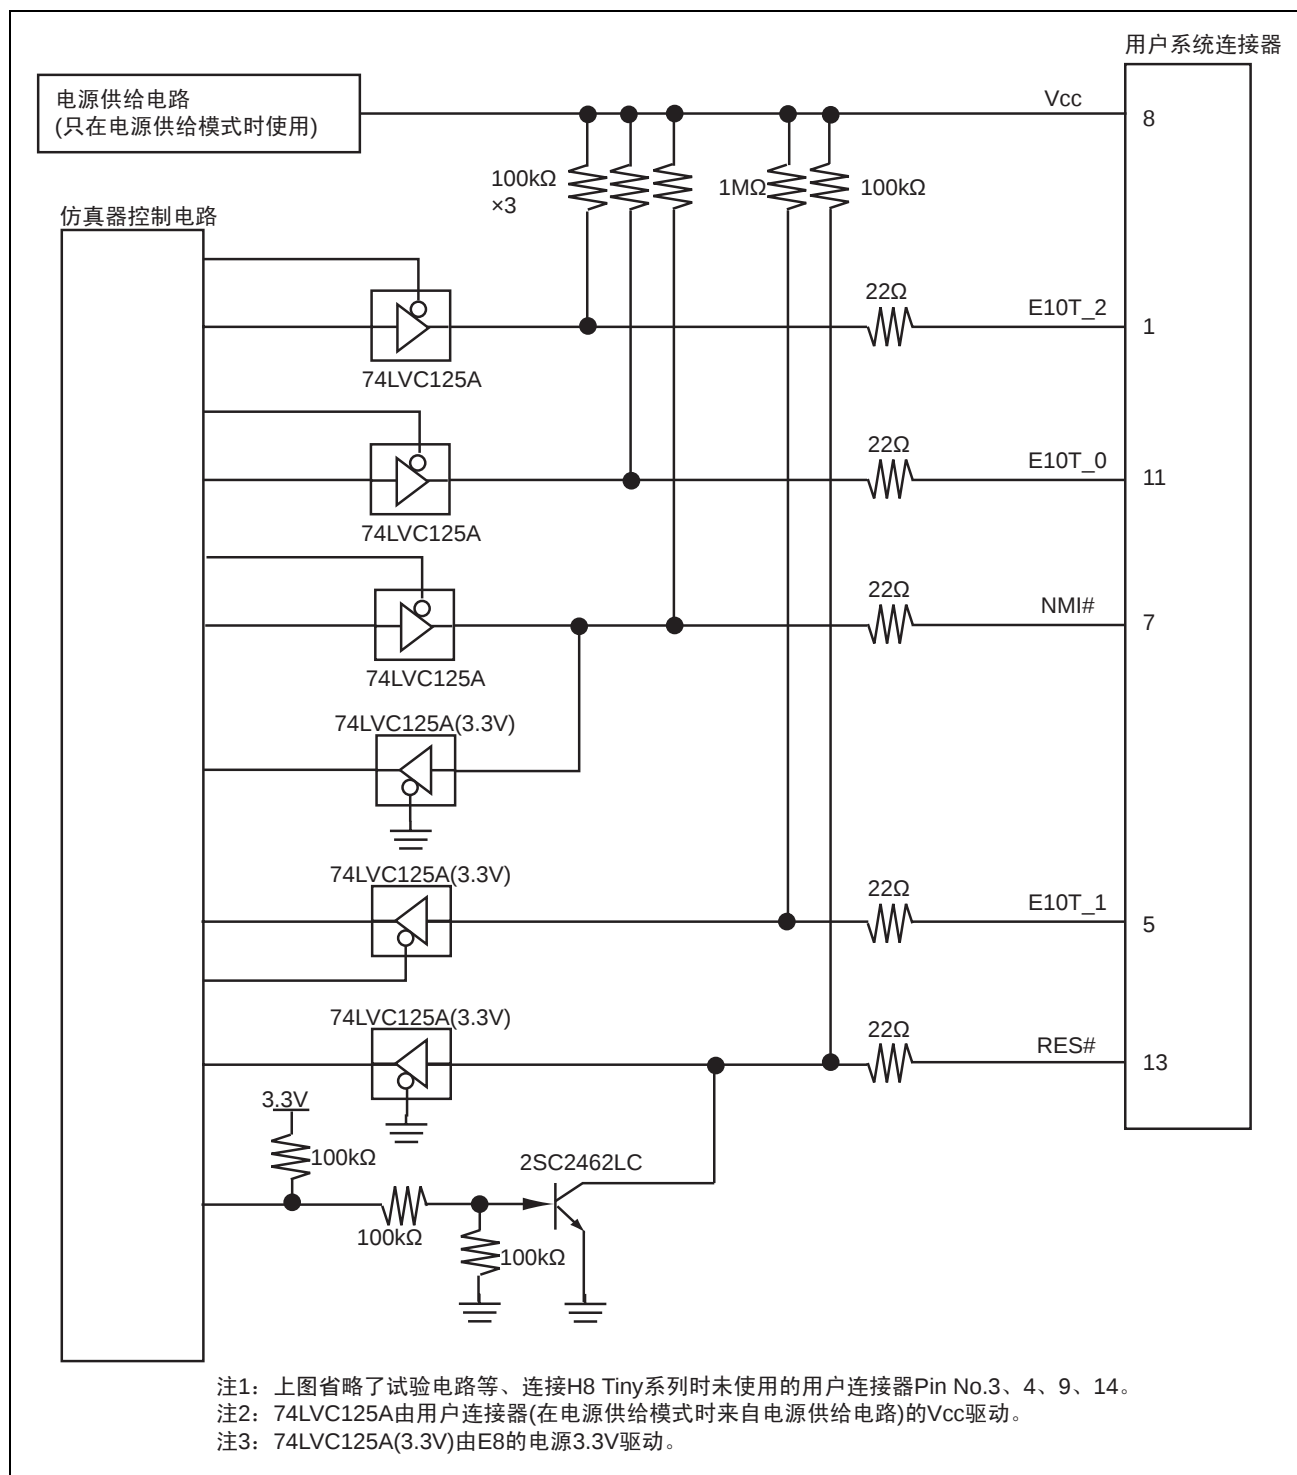

图 3.6 仿真器内的接口电路（参考）
6. 仿真器内的接口电路如图3.6所示。在决定上拉电阻值等时，请参考。